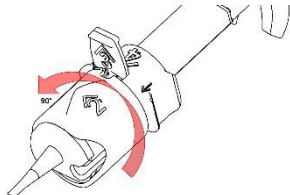

Fig. 2a
4. Rode o anel rotativo transparente como indicado pela seta indicada '2', em sentido contra-relógio por 90 graus, até ficar encaixada no seu devido lugar com um "click" distintivo. (Fig. 2a).